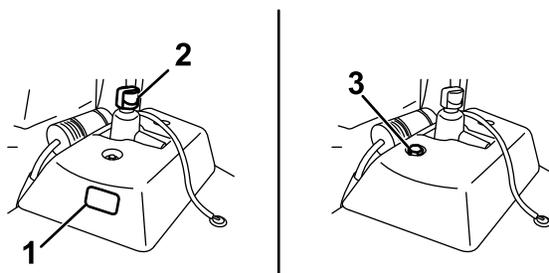

Figura 54
- se o depósito hidráulico auxiliar tiver uma janela de visualização, verifique o nível de óleo aí (Figura 54) e passe para o passo 5.
- se o depósito hidráulico auxiliar não tiver uma janela de visualização, localize a vareta na parte superior da máquina (Figura 54) e passe para o passo 3.